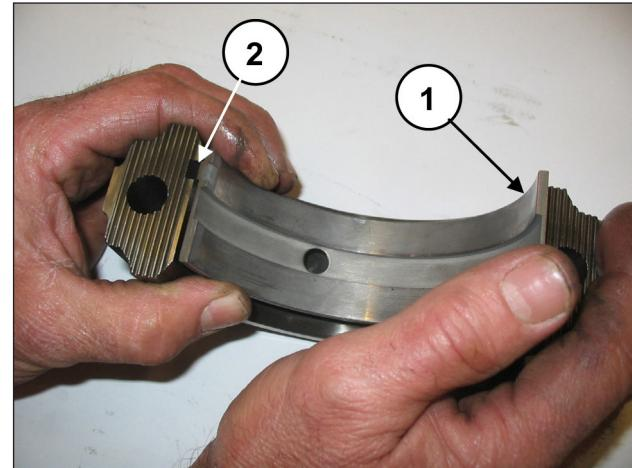

Fig. 58
Montar los semicojinetes inferiores en los sombreretes (pos. ②, Fig. 58). Comprobar que la lengüeta de referencia de los semicojinetes esté dentro del alojamiento del sombrerete (pos. ②, Fig. 58).